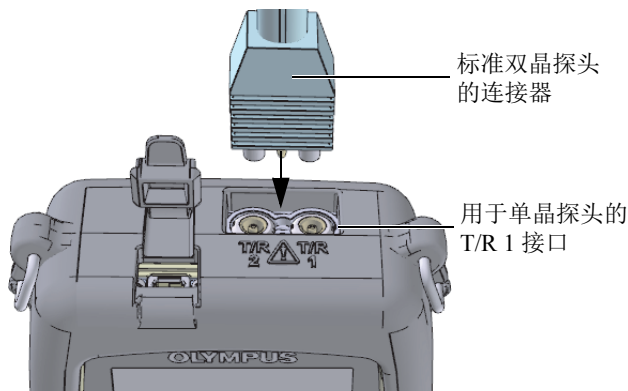

图 5-1 插入探头
1. 将探头插入 45MG 仪器机壳顶部的探头接口中（参见第 52 页的图 5-1）。单晶探头只使用 T/R 1 接口。